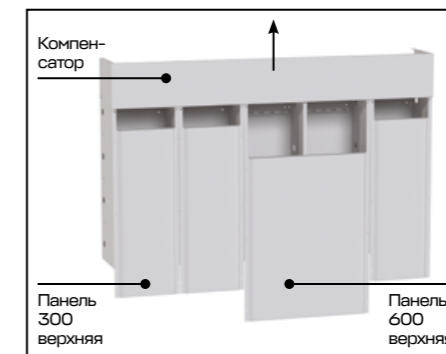
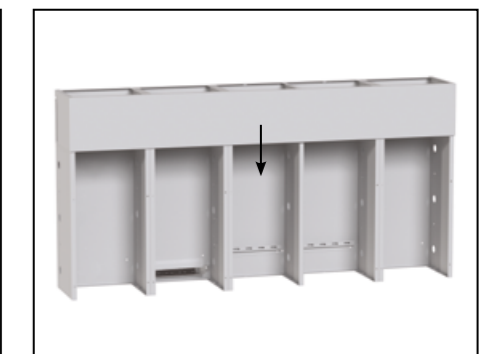

Рис. 79
Рис. 80
- 4.2. Поднять компенсатор [6], как показано на рис. 79. Вывернуть 24 винта М4×16, снять 3 шт. - панель 300 верхняя [8] и панель 600 верхняя [7]. Опустить компенсатор [6], как показано на рис. 80.